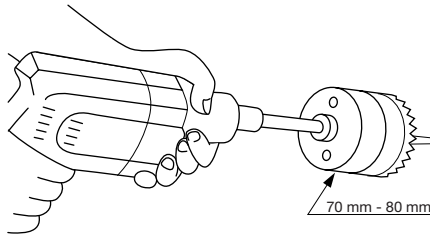
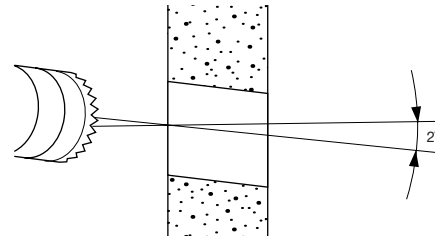

Figura 5
Figura 6
2. Abra un orificio para la salida del caño, desde dentro de la habitación. Use una sierra circular (7,5 cms) adherida a un taladro eléctrico (ver Figura 5). La apertura interior deberá estar levemente más arriba que la exterior (1,3 cms aprox.) para que la manga y la cañería queden levemente inclinadas hacia abajo (2 grados aprox.) cuando esté instalada (ver Figura 6). Esto permitirá el drenaje de humedad condensada hacia el exterior y evitará la entrada de nieve o lluvia por el caño de salida.